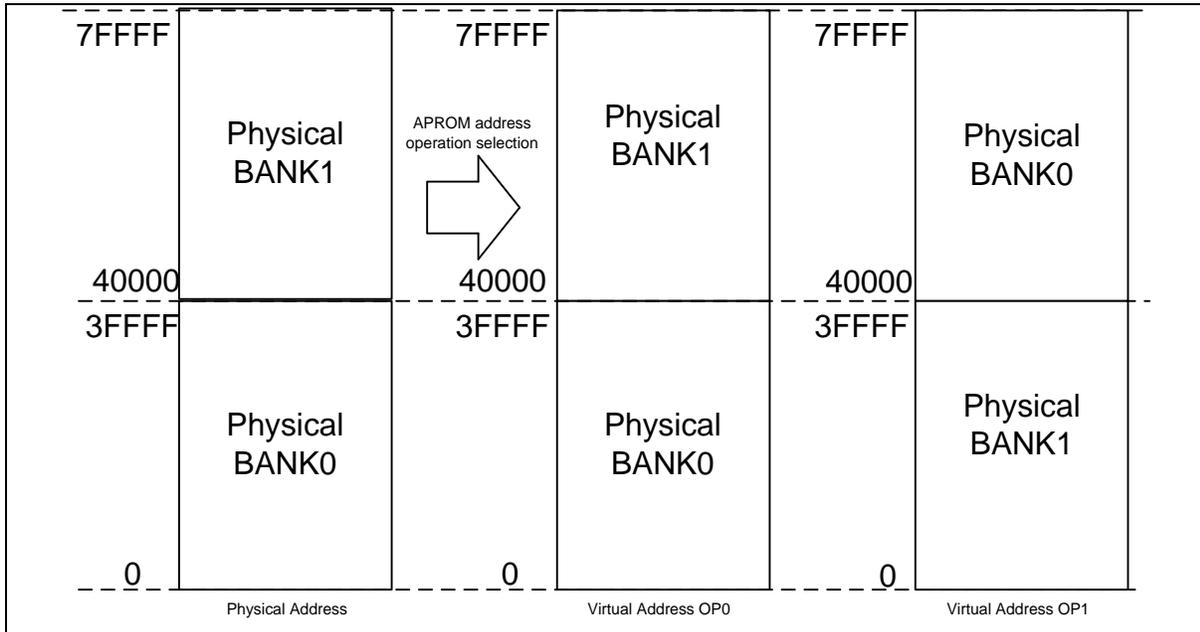

图 6.4-5 地址操作模式
- CPU来说，采用虚拟地址的概念。APROM存储器被分为2个段（BANKS）。在运行阶段，虚拟地址取决于地址操作模式(OP0, OP1)是什么，如图 6.4-5。